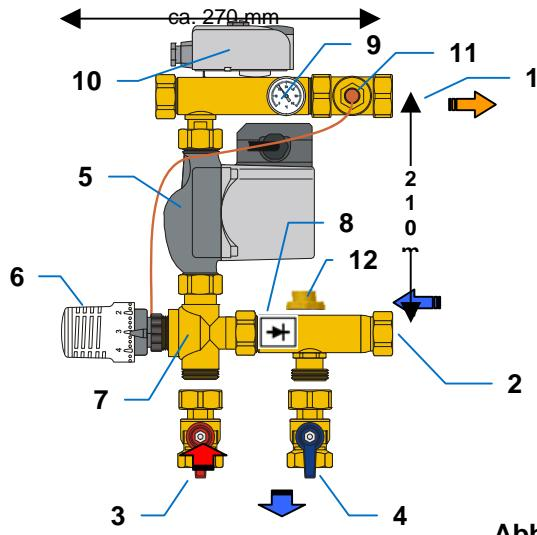

Abb.2
De mengklep (7) van het regelstation (Afb. 2) is ontworpen als een proportionele regelaar en wordt via een thermostaatkop (6) met capillaire buis en voelerelement in de aanvoer van de verwarmingskring aangestuurd. Afwijkingen van de instelwaarde veroorzaken een onmiddellijke wijziging van de klepheffing, zodat de hoeveelheid uit de ketelkring (3) ingespoten heet water overeenkomstig wijzigt. De ingespoten hoeveelheid water vermengt zich met het retourwater (2) uit de verwarmingskring en houdt op die manier de aanvoertemperatuur (1) constant in een beperkt temperatuurbereik. De aanvoertemperatuur van de verwarmingskring kan op elk moment rechtstreeks op de thermometer (9) worden afgelezen.
Bij de installatie moet erop worden gelet dat de kabel van de pomp en veiligheidstemperatuurbegrenzer en de capillaire buis van de voeler niet beschadigd of geknikt worden. Bovendien mag er geen trekbelasting op de kabels staan. Let op de juiste aansluiting van de aanvoer- en retourleidingen (Afb. 2 en 3.1 - 3.2).